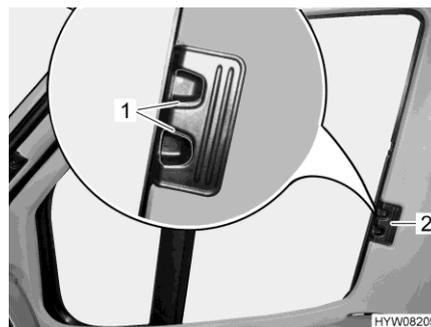

Fig. 24 Tendina oscurante pieghevole per il finestrino del conducente/passeggero
- Inserire fino all'arresto le tendine oscuranti pieghevoli per il finestrino del guidatore e del passeggero per la maniglia (Fig. 24,2).
- Fare innestare le maniglie di sbloccaggio (Fig. 24,1).